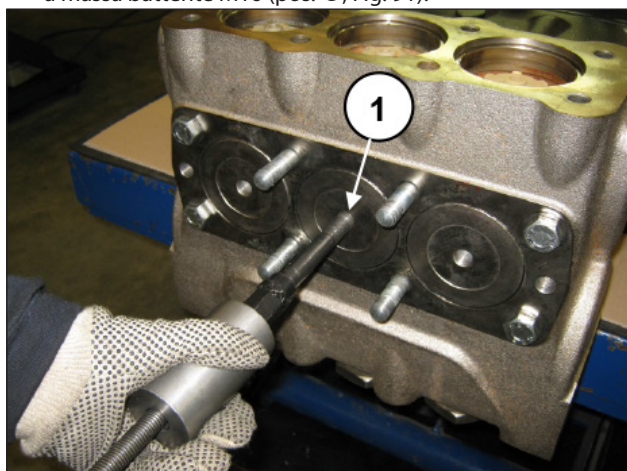

Fig. 91
- C) Estrarre i tappi anteriori mediante l'utilizzo di un estrattore a massa battente M16 (pos. ①, Fig. 91).